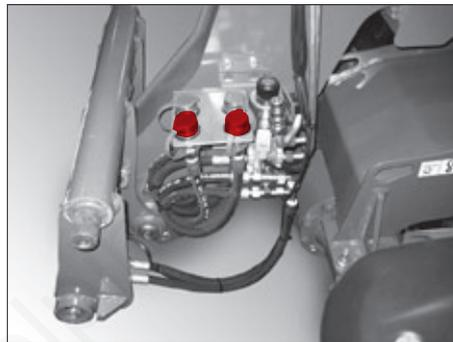

Fig. 78
Med denne funktion kan de ekstra hydrauliktillutninger (fig. 78) på løftekonstruktionen aktiveres. Denne funktion er nødvendig, hvis de seriemæssige hydrauliktillutninger ikke er tilstrækkelige til bestemte arbejdsværktøjer. Der kan skiftes fra de seriemæssige hydrauliktillutninger til de ekstra hydrauliktillutninger med kontakten pos. 1 (fig. 79), som så også kan betjenes med styrehåndtaget til den ekstra hydraulik.